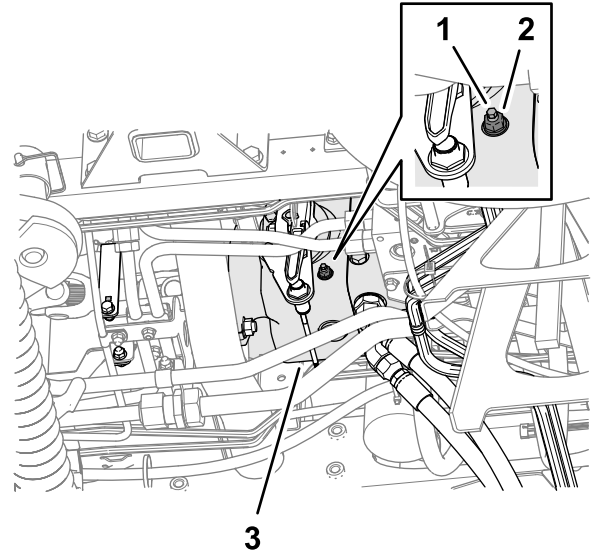

Figura 132
3. Din partea inferioară a mainii și din partea dreaptă a pompei de traciune, slăbiți contrapiulia care fixează urubul de reglare pentru revenirea în poziția neutră (Figura 132).